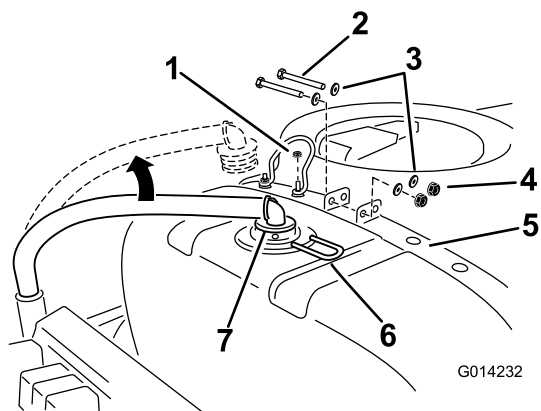

Рисунок 7
- Отсоедините подающий шланг от задней и верхней частей основного бака (Рисунок 7).